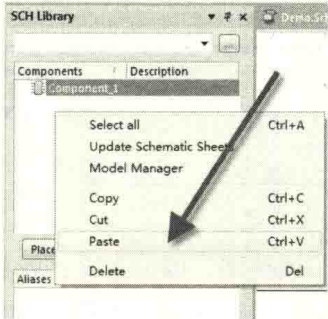

图 3-40 元件的粘贴
(3) 在需要复制到的元件库的元件列表中，单击鼠标右键，执行“Paste”（粘贴）命令，如图 3-40 所示，完成元件的复制。